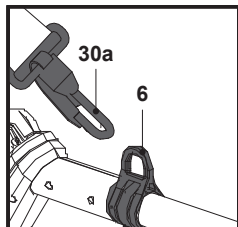

Fig. 21
2. Ajuster la longueur du harnais (30) de façon à ce que le clip de fixation (30a) se trouve à environ 15 cm en dessous de votre taille.
3. Fixer le clip de fixation (30a) à la boucle (6) (Fig. 21).